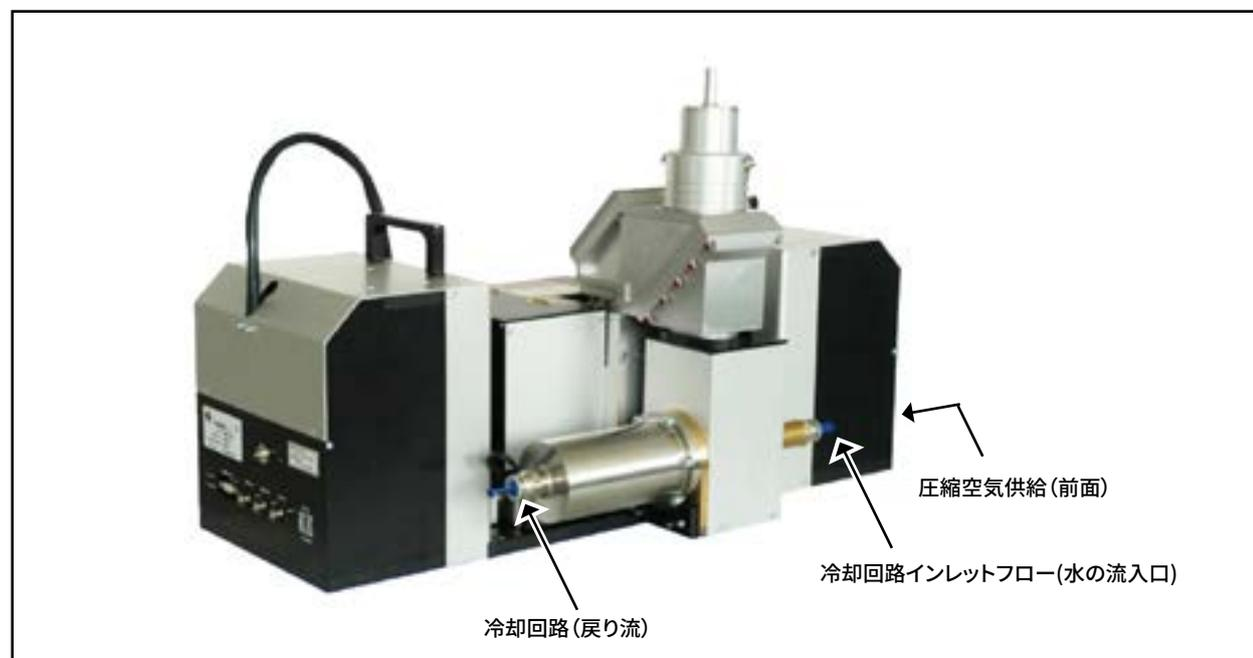

図 9.1: HP-MSMへ冷却水と圧縮空気の接続
- インレットフロー(水の流入)とリターンフロー(水の戻り流)の両方をアブソーバと接続します(図9.1参照)。